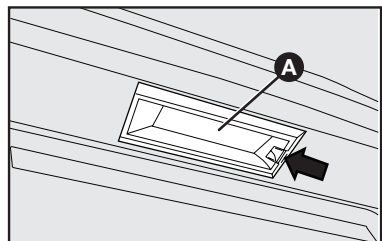

fig. 20
- 1) Quitar la lente **A-fig. 20**, utilizando un destornillador en el punto indicado por la flecha.